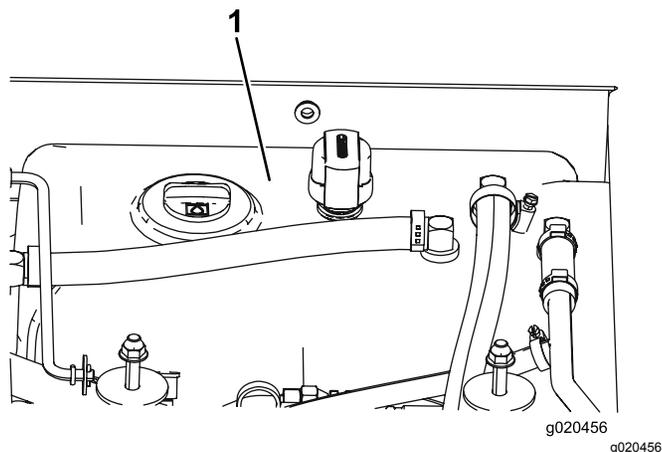

Figura 80
- Riempite il serbatoio (Figura 80) di fluido idraulico; fate riferimento a Controllo del fluido idraulico \(pagina 65\).